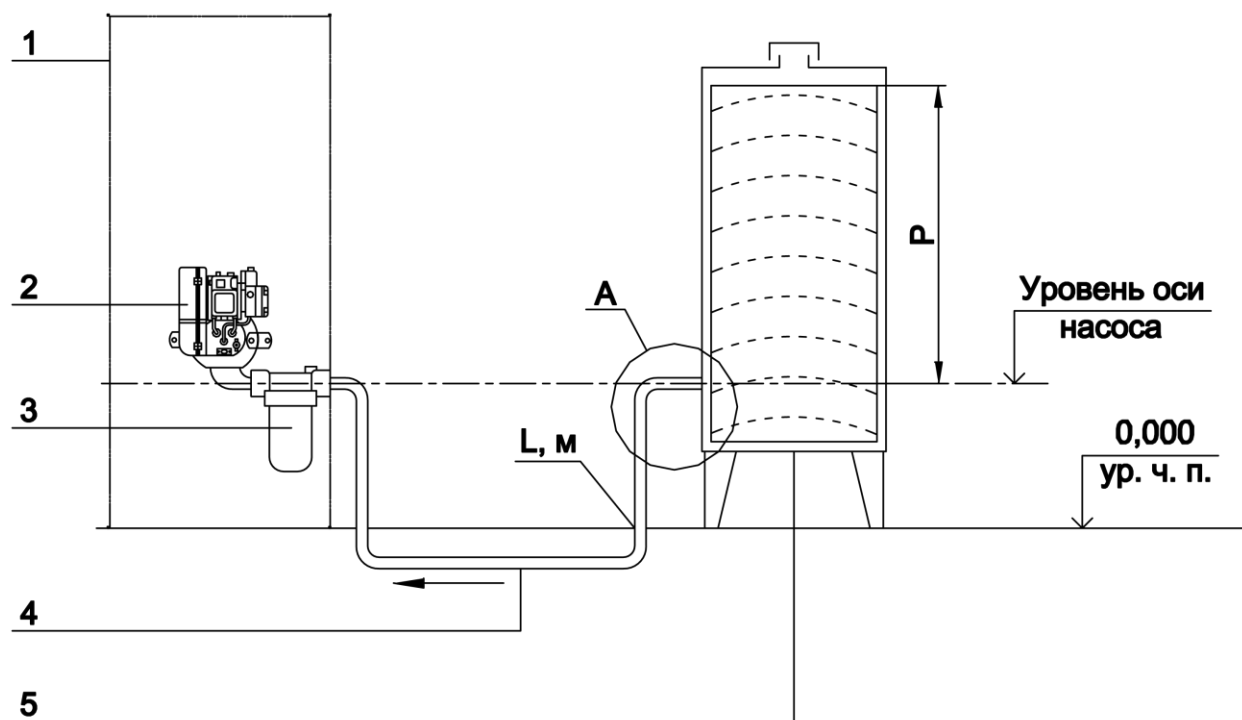
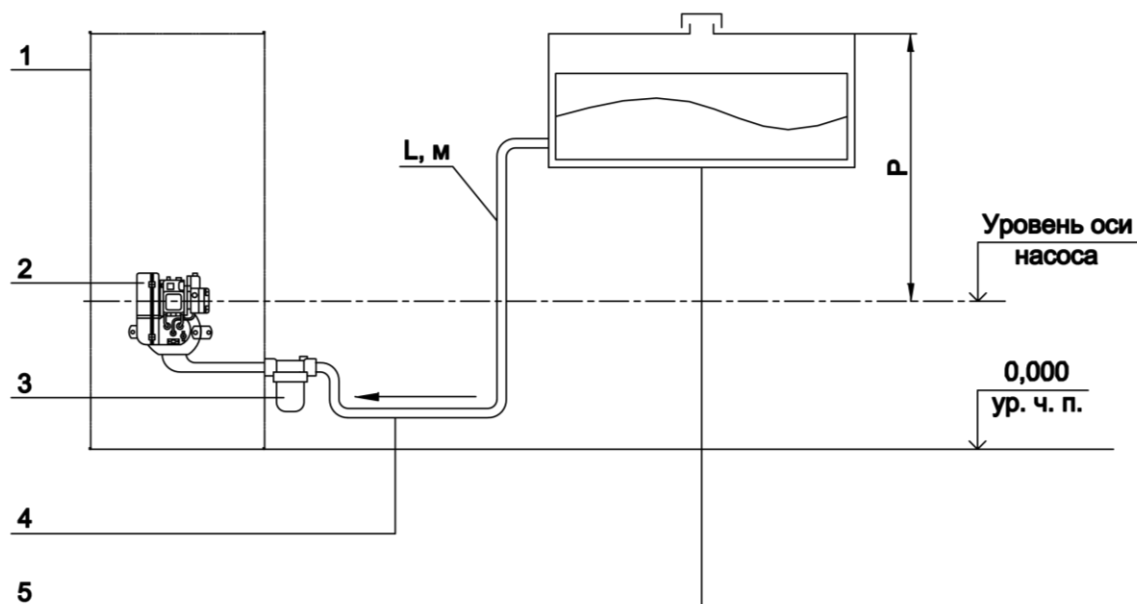

Рис. 28
Рис. 29.
5.3. С котлами малой и средней мощностей, фирмы KITURAMI поставляет бесплатно топливный фильтр типа 40/50. В системах подачи топлива по СХЕМЕ I (рис.28.) и СХЕМЕ II (рис.29.), подключение топливного фильтра типа 40/50, показано на рис.31.